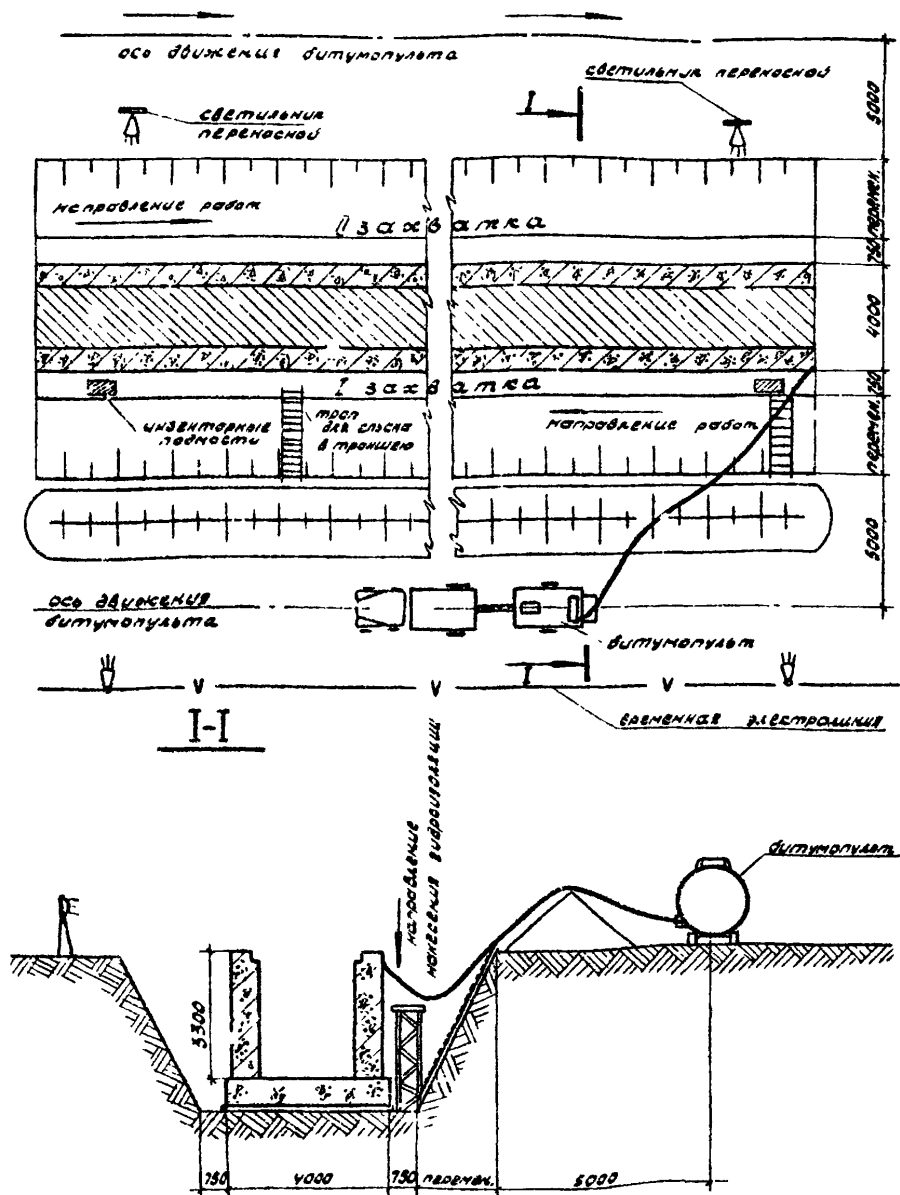

Рис. 1. Схема организации работ на захватке длиной 100 м.
2. Гидроизоляция вертикальных поверхностей коллектора ведется последовательно по захваткам в порядке, указанном на схеме (рис.1), путем нанесения холодной битумной мастики с помощью битумопульта, который предназначен и для заготовки мастики. По битумному и воздушному шлангам, длина которых 20м, мастика и воздух подаются к удочке, при помощи которой мастика наносится на поверхность.
Битумопульт передвигается вдоль траншеи, согласно схеме (рис.1).